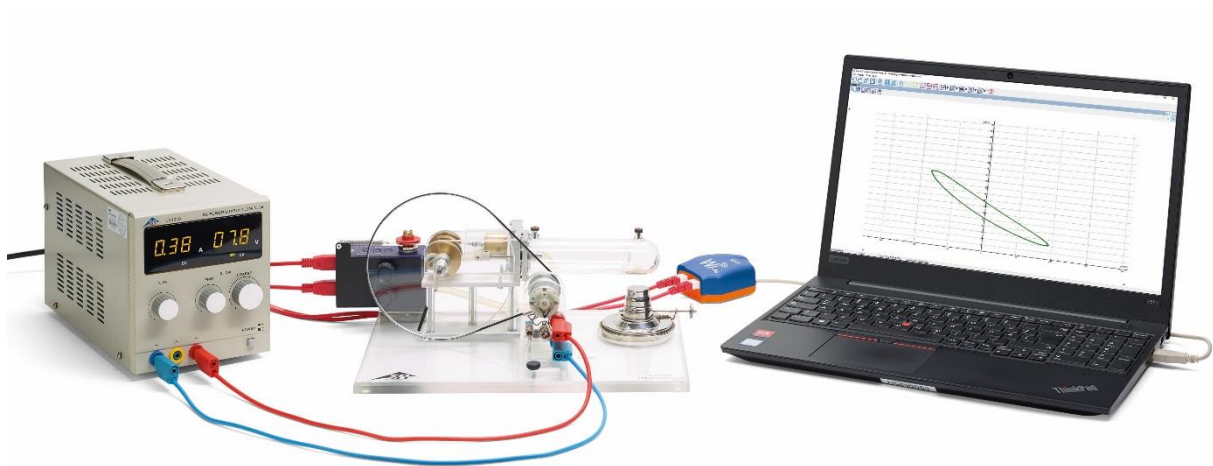

Fig. 1 Struttura sperimentale per la registrazione del diagramma pV del motore Stirling G
- Eseguire la disposizione sperimentale secondo Fig. 1.